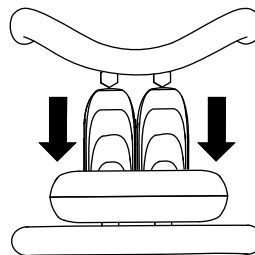

Figura 7
- Para desplazarse hacia atrás, mueva el control de tracción hacia atrás (Figura 7).